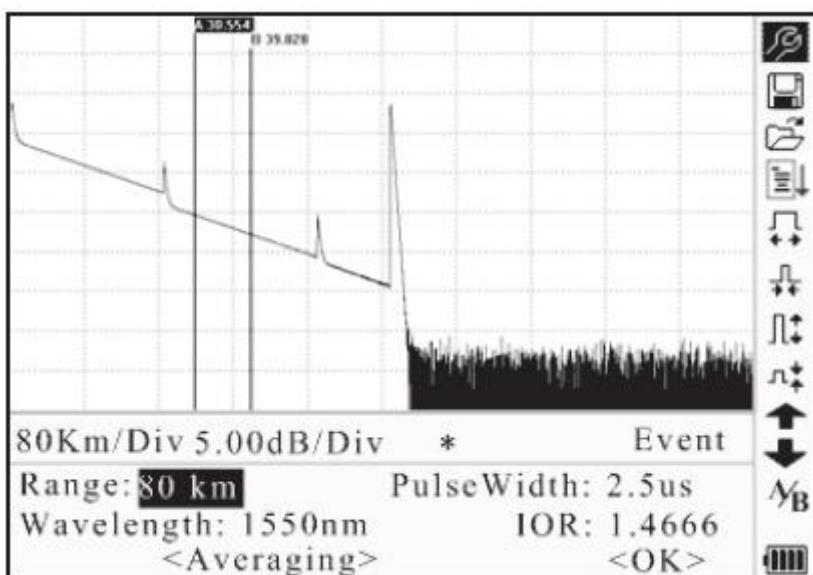

Рисунок 4-9. Переключение измерения во время тестирования в режиме реального времени
2. С помощью кнопок **◀** и **▶** выберите параметр, который следует изменить (рисунок 4-9), затем нажмите кнопку Enter.